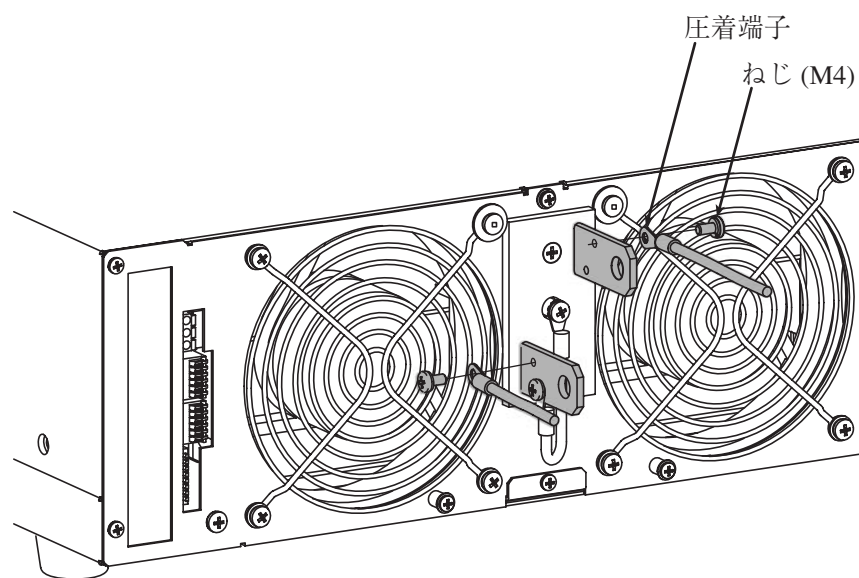

図 3-11 M4 ねじによる接続
5. 負荷線を DC OUTPUT 端子へ接続します。図 3-11 または図 3-12 を参照してください。